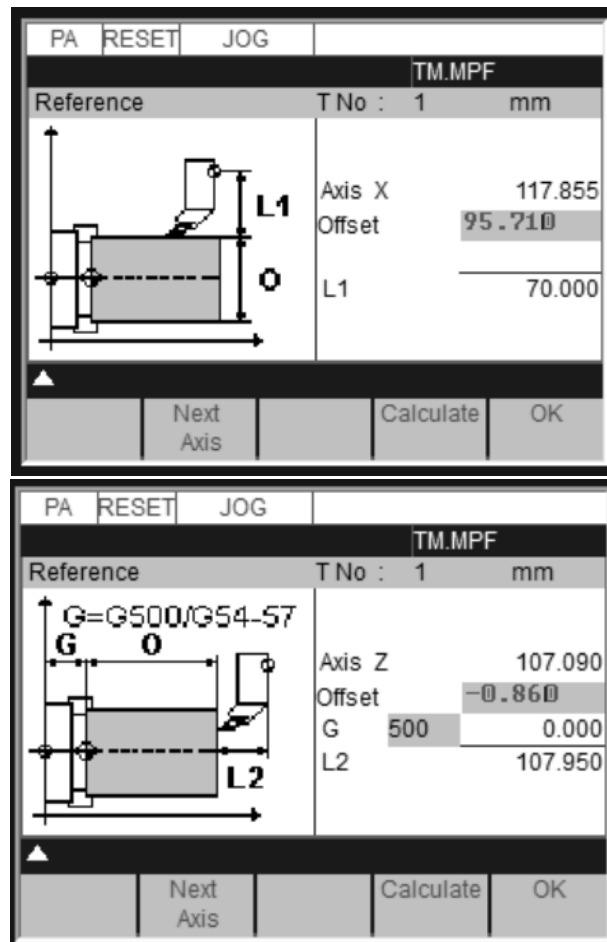

Рисунок 2.18 – Привязка инструмента
9.2 Нажать клавишу «Get Comp.», выполнить привязку инструмента по диаметру (рисунок 2.18):
9.3 Нажать клавишу «Get Comp.», выполнить привязку инструмента по оси Z (см. рисунок 2.18):